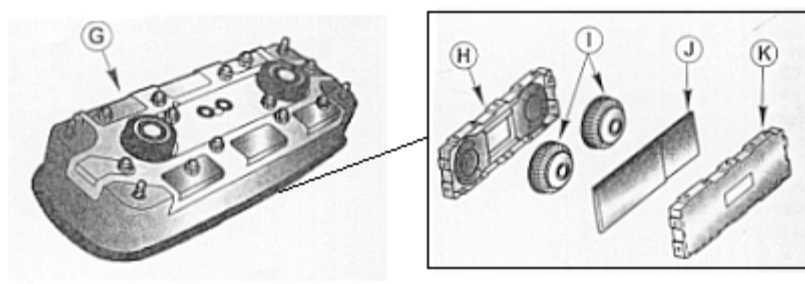

Figura 9.
A menudo está constituido por un soporte de colocación (H) con uno o dos generadores de gas (I), una bolsa de airbag inflable (J) y una tapa de plástico almohadillada protectora (K) que tiene unas líneas de predesgarro para permitir la salida rápida de la bolsa inflable (J) (previamente plegada) en caso de disparo del sistema. (figura 9)